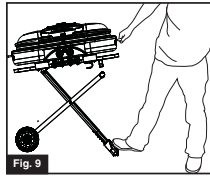

Fig. 9
- Tirez la poignée du grill vers vous de façon à totalement déployer le piètement. (Fig. 9)